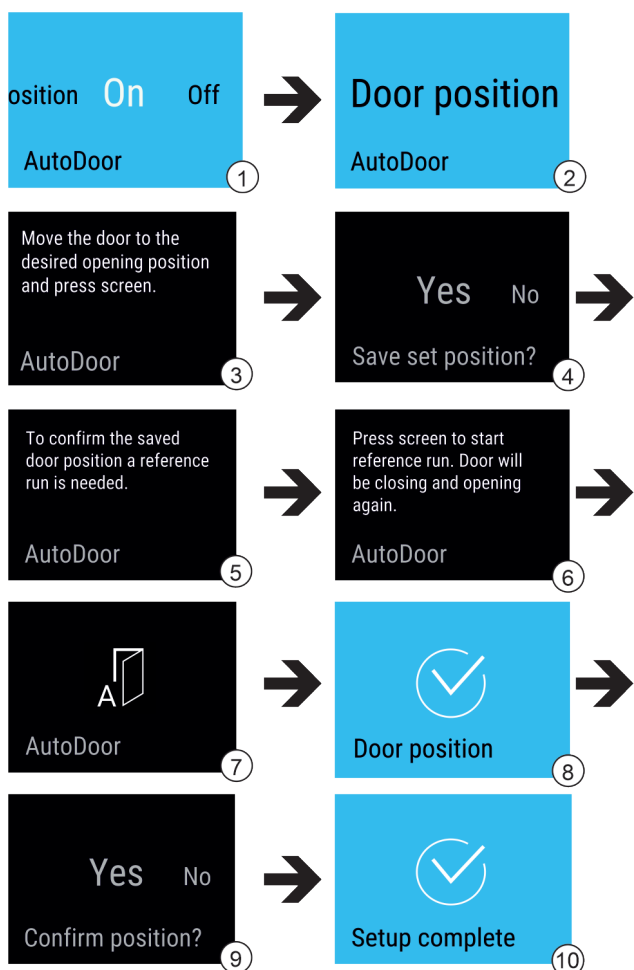

Fig. 17
- ▶ Sélectionner la fonction AutoDoor. Fig. 17 (1)
- ▶ Balayer l'affichage à l'écran jusqu'à ce que Door position apparaisse. Fig. 17 (2)
- ▶ Configurer l'angle d'ouverture de porte : ouvrir la porte au moins à 70°. Fig. 17 (3)
- ▶ Confirmer l'angle d'ouverture de porte : appuyer sur le message affiché à l'écran. Fig. 17 (4)
- ▶ Lancer la course de référence : appuyer sur l'écran. Fig. 17 (6)
- ▷ L'écran clignote. Fig. 17 (7)
- ▷ La course de référence a été exécutée avec succès : l'affichage s'allume en bleu pendant 2 secondes. Fig. 17 (8)
- ▶ Confirmer l'angle d'ouverture de porte. Fig. 17 (9)
- ▷ L'affichage s'allume en bleu. Fig. 17 (10)